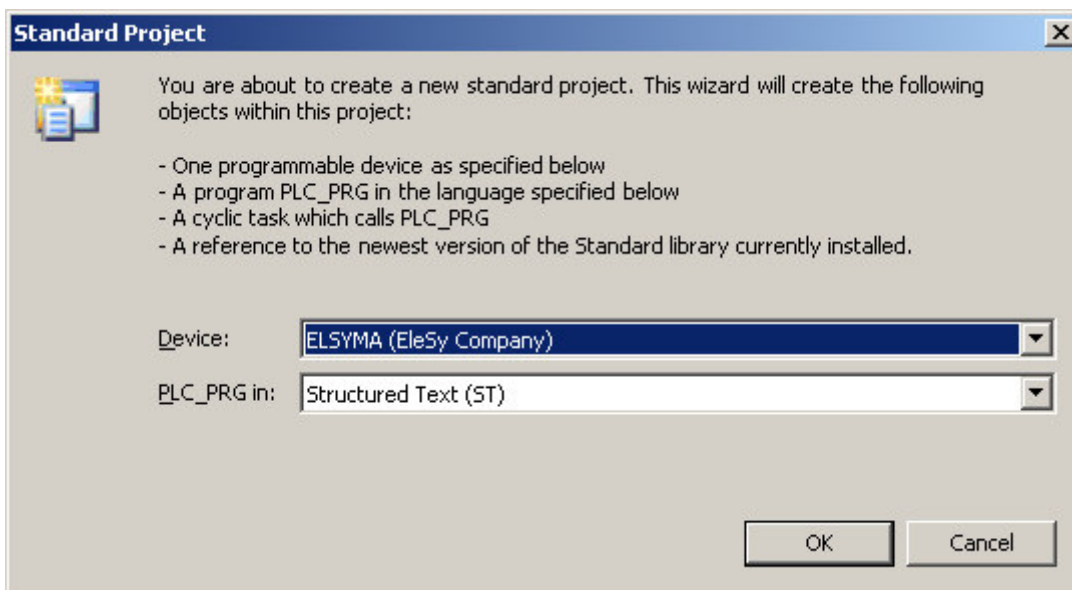

Рисунок 2.7 – Система разработки *CoDeSys*. Настройка стандартного шаблона проекта
5 В окне "**Стандартный проект**" в списке **Устройство:** выбрать контроллер **ELSYMA (EleSy Company)**, в списке **PLC_PRG на:** – язык реализации основного программного компонента **Структурированный текст (ST)** (рисунок 2.7).